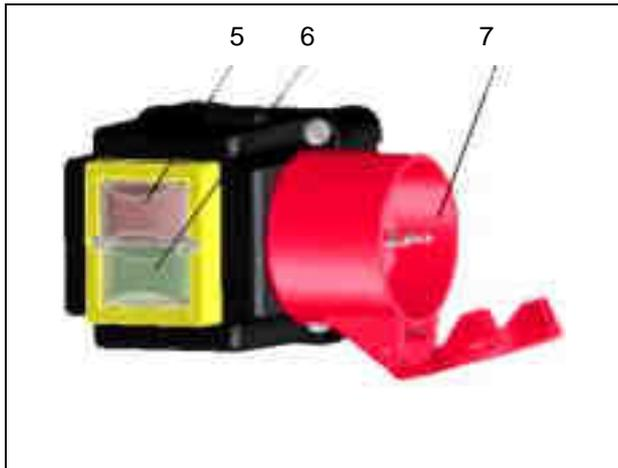

Bild 4: Netzanschluss und Bedienelemente
1. Den Stecker der Netzzuleitung in den geräteseitigen Netzanschluss (→Bild 4, [7]) stecken.
2. Die grüne EIN-Taste (→Bild 4, [6]) drücken.
1. Die rote AUS-Taste (→Bild 4, [5]) drücken.
3. Den Netzstecker aus dem Netzanschluss (→Bild 4, [7]) des Häckslers ziehen!
7. Netzkabel wieder in den Netzanschluss (→Bild 4, [7]) des Häckslers stecken.
8. Die grüne EIN-Taste (→Bild 4, [6]) drücken.
2. Die rote AUS-Taste (→ Bild 4, [5]) drücken.
4. Den Netzstecker aus dem Netzanschluss (→Bild 4, [7]) des Häckslers ziehen!